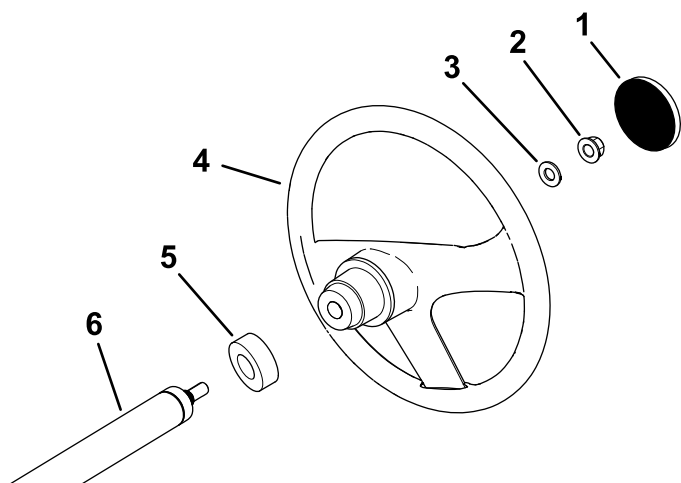

Figure 3
1. S'il est présent, déposez le couvre-moyeu du volant (Figure 3).
2. Retirez le contre-écrou (1/2") de l'arbre de direction (Figure 3).
3. Glissez le volant, le pare-poussière et la rondelle (1/2 po) sur l'arbre de direction (Figure 3).
5. Reposez le couvre-moyeu sur le volant (Figure 3).